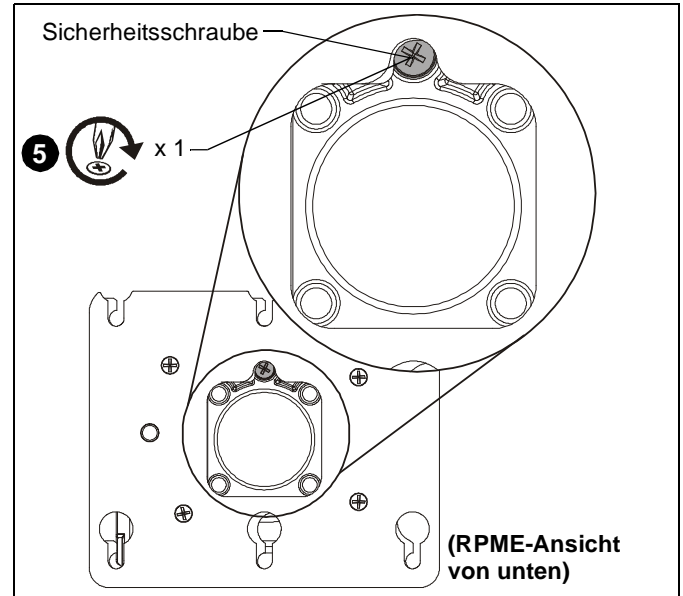

Abb. 5
5. Ziehen Sie die Sicherheitsschraube (Zugang von der Unterseite der RPME aus) (Siehe Abb. 5) mit einem Kreuzschlitzschraubendreher fest, bis die Feststellschraube durch das Feststellschrauben-Zugangslotch in der RPME nicht mehr zu sehen ist. (Siehe Abb. 5)